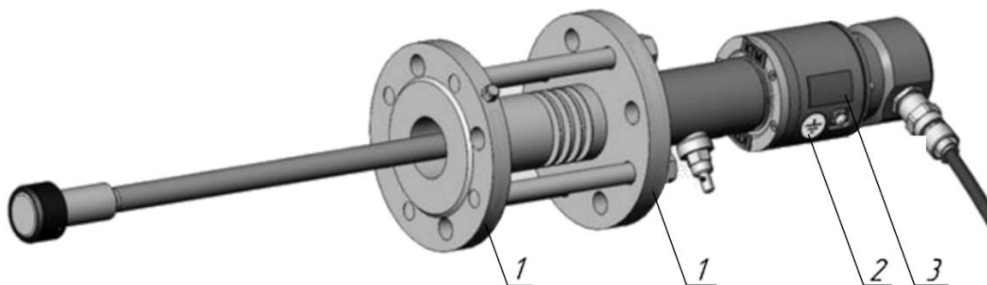

Рисунок 25 – Места маркировки приемопередатчика
- маркировка фланцев (поз.1, рисунок 25), метод маркировки: ударный;
- знак «Заземление» (поз.2, рисунок 25), метод маркировки: наклейка;
- маркировочная табличка (поз.3, рисунок 25).